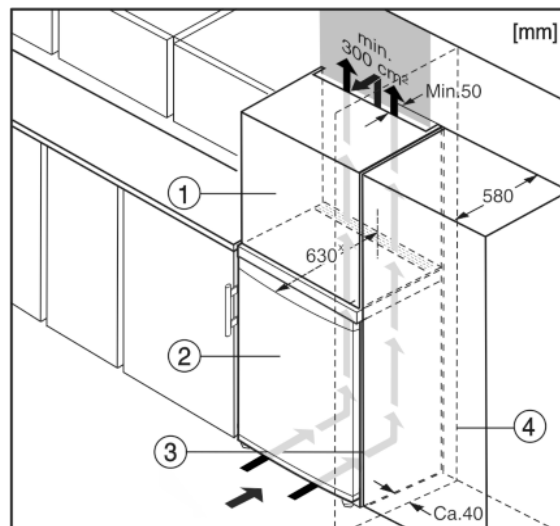

Fig. 6
- (1) Överskåp*
- (2) Skåp*
- (3) Köksskåp*
- (4) Vägg*
Skåpet kan byggas in med köksskåpen. För att anpassa skåpet Fig. 6 (2) till höjden på köksskåpen kan ett överskåp Fig. 6 (1) monteras.
Vid inbyggnad i köksskåp (djup max. 580 mm) kan skåpet placeras direkt intill köksskåpet Fig. 6 (3). Skåpet skjuter ut 34 mm i sidan * och 50 mm * i skåpmitten från köksskåpets framsida.
Om skåpet placeras med gångjärnen bredvid en vägg Fig. 6 (4), ska avståndet mellan skåpet och väggen vara minst 40 mm. Detta motsvarar handtagsavståndet med öppen dörr.*